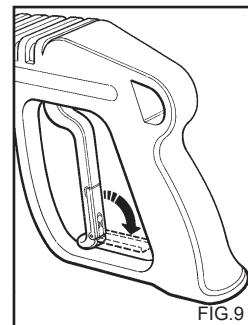

FIG. 9
- Når rengjøringsmaskinen ikke er i bruk må sikkerhetsanordningen på håndtaket lukkes.(fig.9)